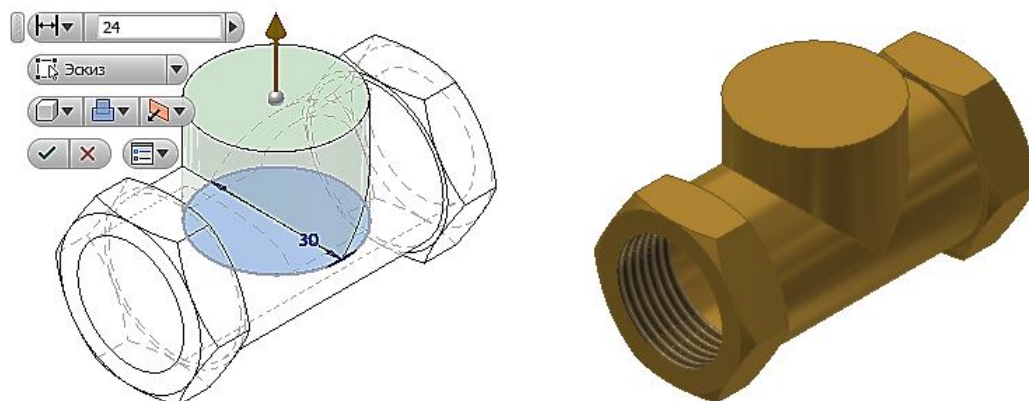

Рис. 1.20. Построение вертикального цилиндра
16. С помощью команды «Выдавить»  постройте вертикальный цилиндр высотой 24 мм и нажмите «ОК» (рис. 1.20).